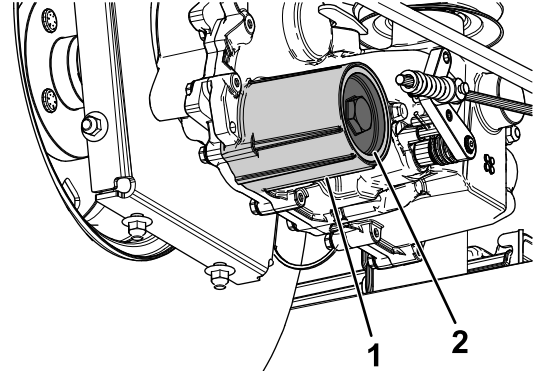

Figura 86
7. Déposez le couvercle du filtre à huile hydraulique de la boîte-pont pour vidanger le liquide (Figura 86).